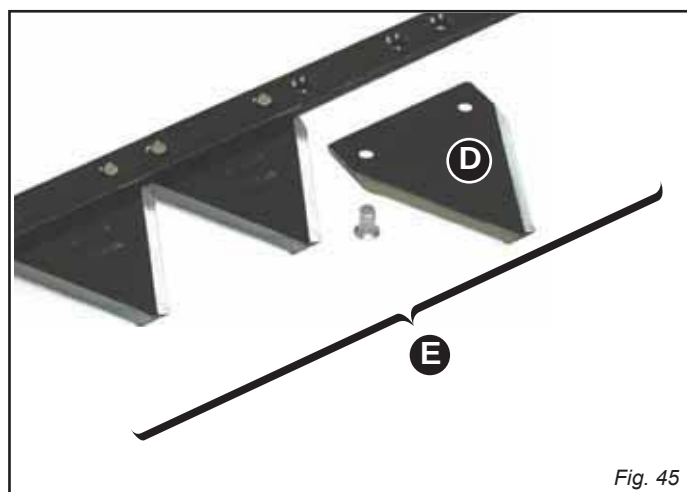

Fig. 45
ÎNLOCUIREA AXULUI PORTA-SECȚIUNI (E, Fig. 45)
ÎNLOCUIREA SECȚIUNILOR (D Fig. 45)
- Așezați o nouă secțiune fixând-o cu niturile corespunzătoare (D Fig. 45).